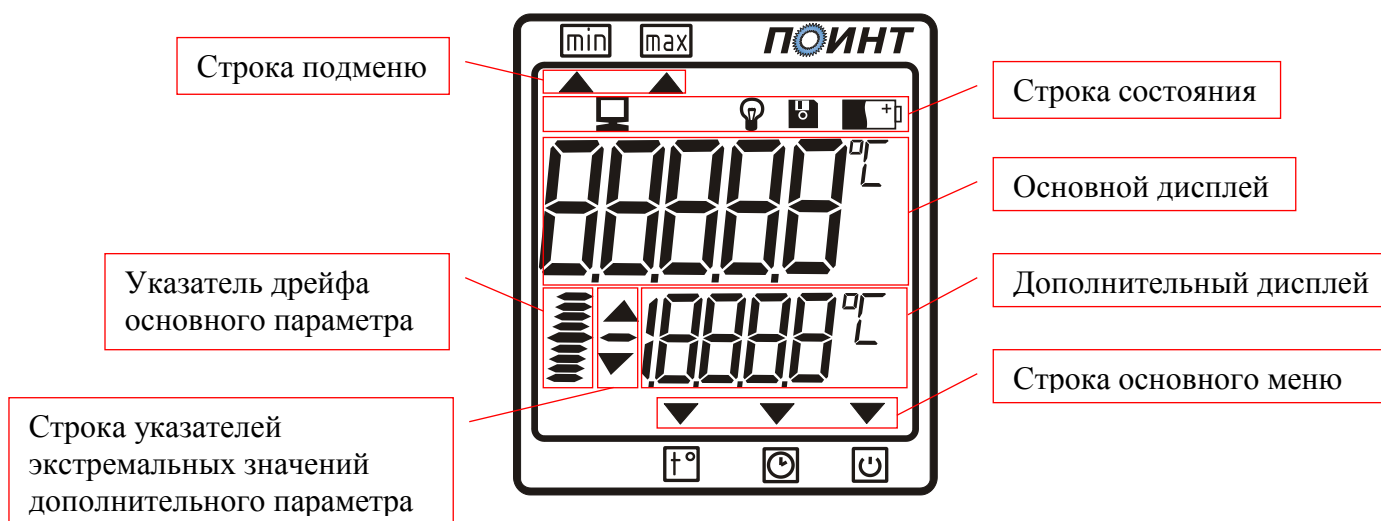

Рис.1
3.2.На лицевой панели измерителя расположен цифровой индикатор (рис.1), служащий для отображения информации и две кнопки управления. В верхней части прибора расположен разъем для подключения датчиков. На задней части измерителя находится крышка батарейного отсека..
работы измерителя. Переключение между этими режимами производится нажатием левой кнопки измерителя. В зависимости от положения указателя «▼», который расположен в строке основного меню (рис.1), можно определить, в каком режиме находится измеритель. Так при положении указателя над значком  прибор будет настроен на рабочий режим измерения,  - режим отображения текущего времени,  - режим выбора времени работы измерителя. В рабочем режиме измерения на основном дисплее выводится значение температуры, измеренное при помощи термопреобразователя сопротивления или термопары. В режиме отображения текущего времени при нажатии на правую кнопку на индикаторе отображается текущий месяц, число и год. Установка этих параметров приведена в п.8.3.